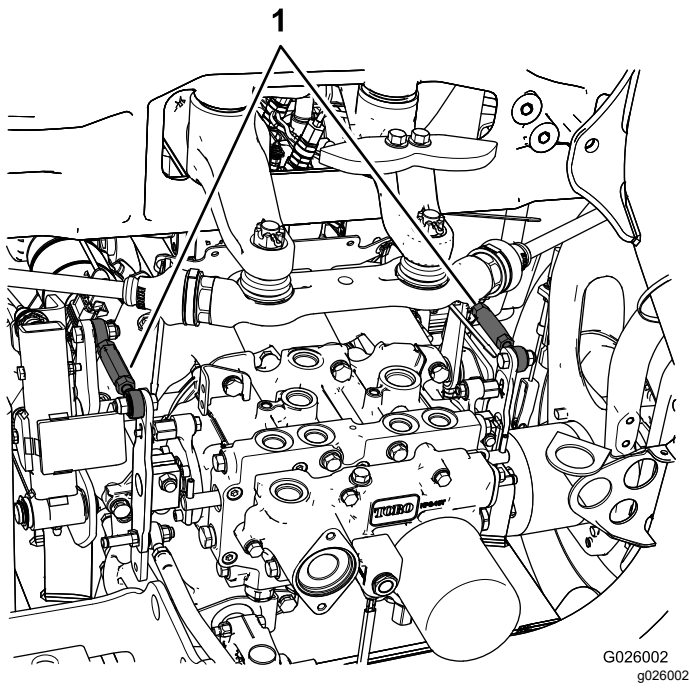

图 49
- 如果左后轮胎正在旋转请松开左侧传动控制杆上的锁紧螺母 图 49。